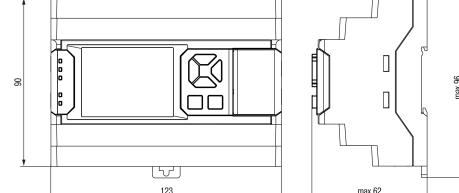

Рисунок 1 – Габаритные размеры прибора
- Подготовить на DIN-рейке место для установки в соответствии с размерами прибора (см. рисунок 1).